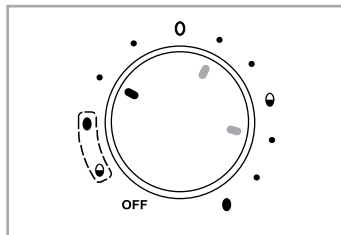

Fig. 3
- Vælg områdets **midterste** punkt (fig. 3), hvis du vil koge 7 kolde æg fra køleskabet, som er gennemsnitligt store æg (størrelse M/L).